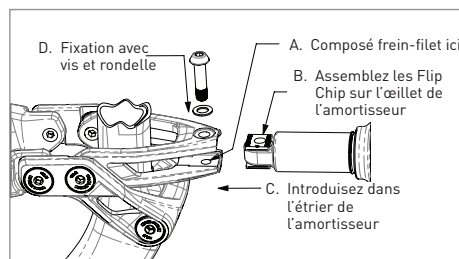

Figure 3 - Procédure d'assemblage
- Reportez-vous à la figure 3 pour les étapes d'installation recommandées :